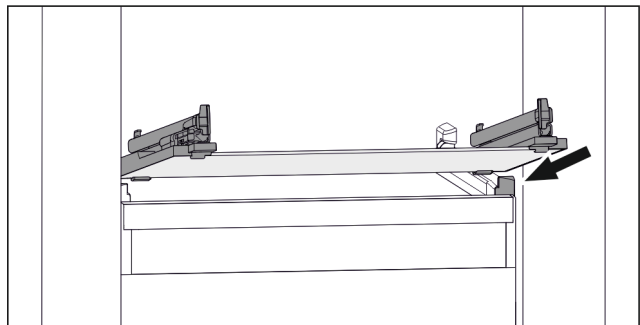

Fig. 47 Примерно изображение на стъклената плоча
- ▶ Поставете стъклената плоча под ъгъл зад ограничителите. (виж Fig. 47)